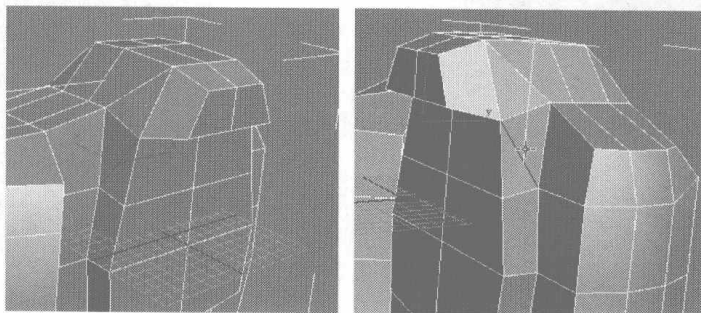

图 6.32
- 21 选择如图 6.32 所示闪光灯两侧的边线，在 Edit Edges 卷展栏中单击 **Remove** 按钮将其删除。